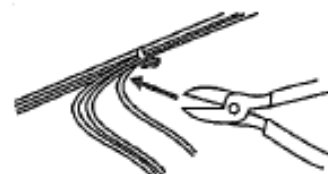

FIGURE 6
9. Couper le conducteur vert de liaison à la terre près du câblage. Voir figure 6.